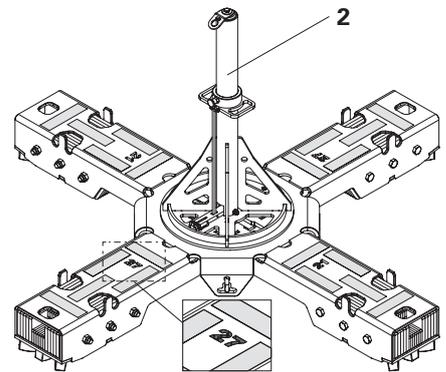

Abb. B3.02
- Für SKY-Anker 27 mm **(2)** die Aufnahme SKY-Anker 27 mm verwenden. (Abb. B3.02)